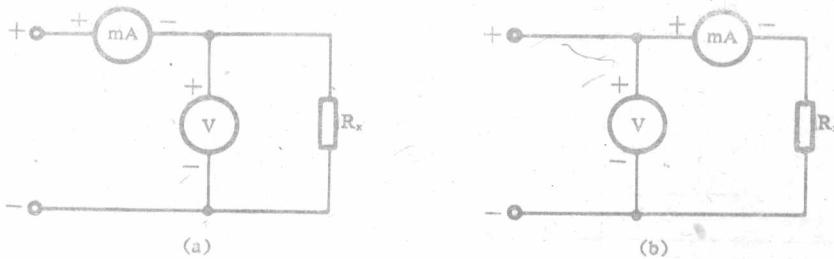

图 2-2 伏安法测量电阻的两种接线方法
- 用伏安法测量电阻 R_x 有两种接线方法，如图 2-2 所示，当 $R_x \ll R_V$ （电压表内阻）或 $R_x \gg R_{mA}$ （毫安表内阻）时，各应采用何种接法误差才较小？